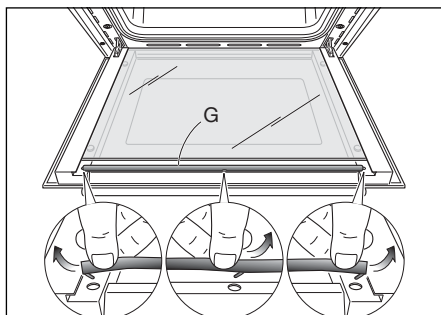

Figura 40d
- Rimuovere la tenuta "G" sganciando i tre ganci di fissaggio (figura 40d).